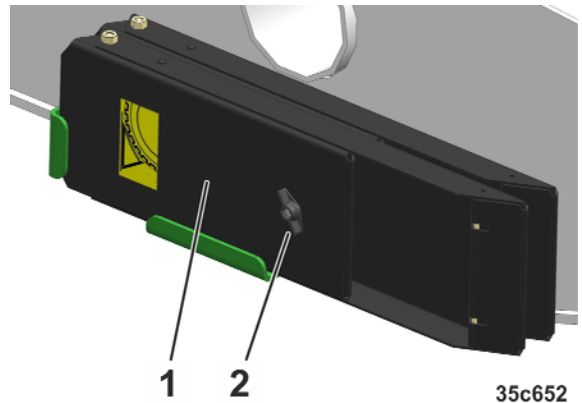

Bild 114
18. Placera stoppklossarna (Bild 114/1) i fästena och lås dem med vingmuttern (Bild 114/2).